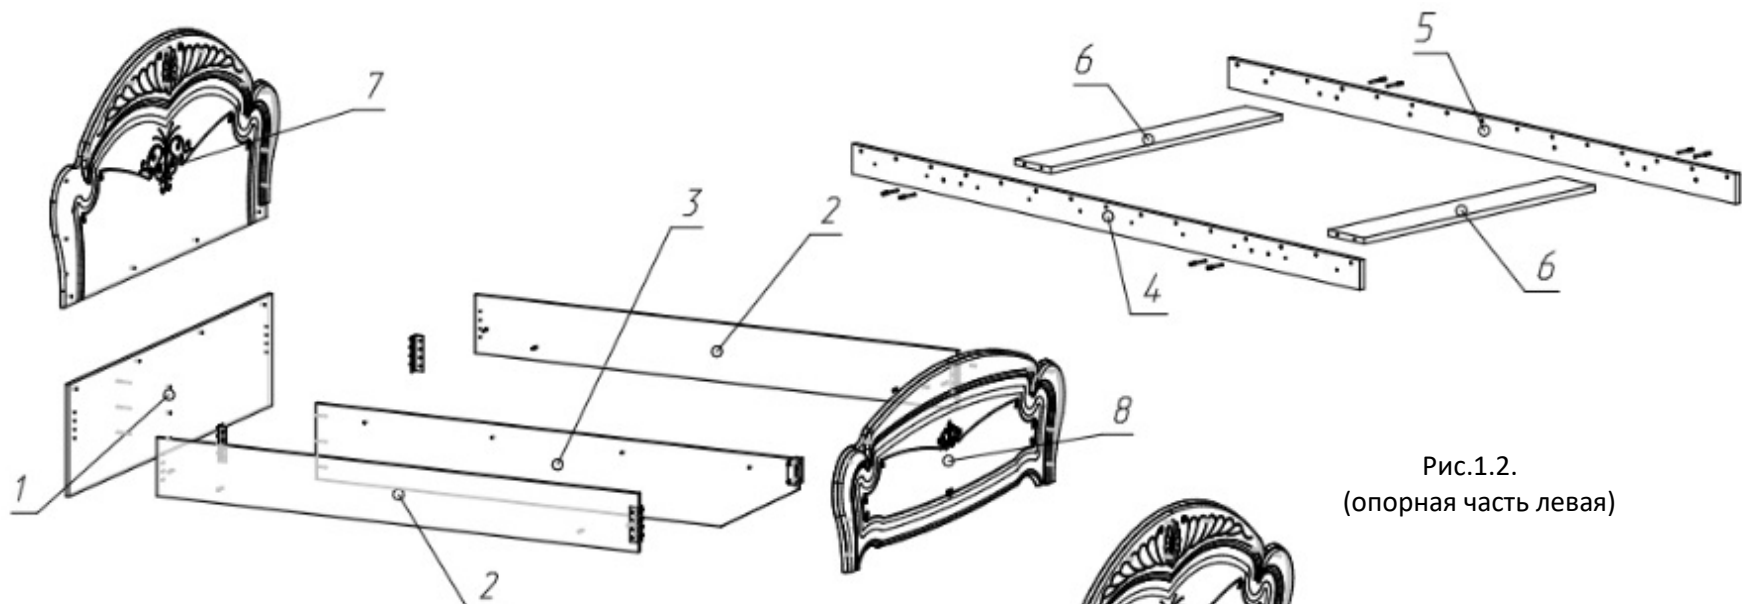

Рис.1.2.
1.4. Собрать конструкцию состоящую из опорных брусков (поз. 4,5) и средников (поз. 6), соединив их на конфирматы. (рис.1.2) При сборке обращайте внимание на то, чтобы в дальнейшем отверстия в опорных брусках совпали с отверстиями в царге центральной.